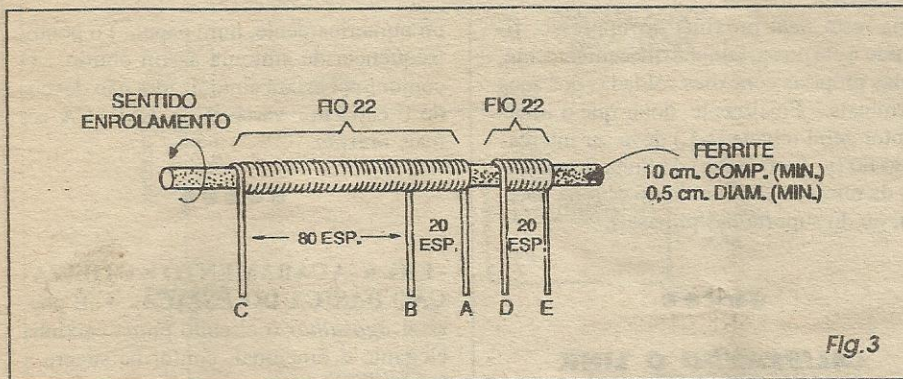
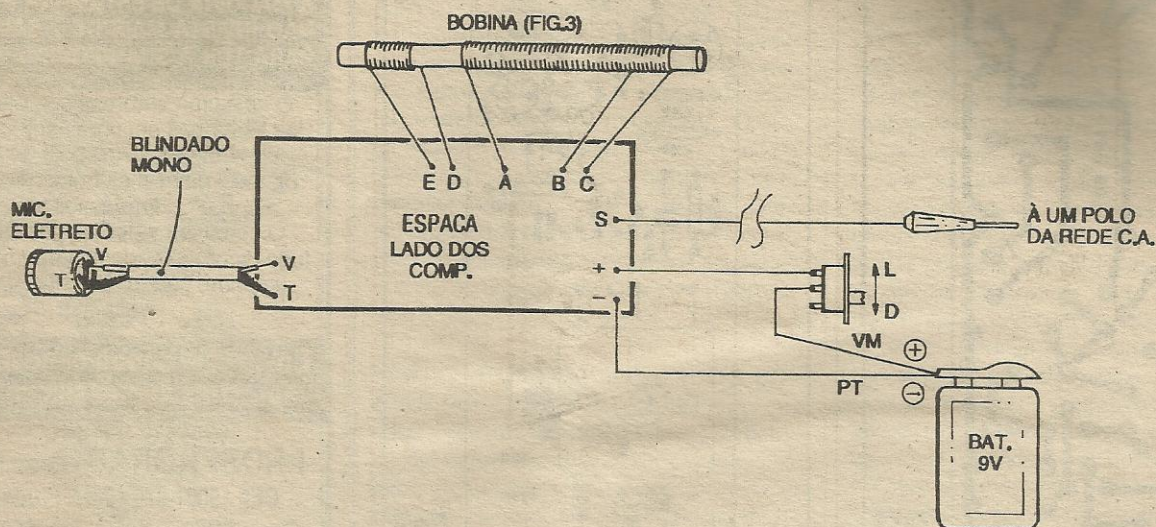

Fig. 3
Fig. 5
- FIG. 3 - CONFECCIONANDO A BOBINA DO ESPAÇA... - O diagrama detalha a construção (muito fácil...) da bobina de sintonia/oscilação do circuito... A partir de um bastão/núcleo, com medidas mínimas em torno de 10,0 cm. de comprimento por 0,5 cm. de diâmetro (pequenas variações nessas medidas não terão muita importância, já que a presença do capaci-
- FIG. 5 - CONEXÕES EXTERNAS À PLACA - No diagrama, o impresso continua visto pela sua face não cobreada, porém agora mostrando especificamente as ligações e componentes que ficam *fora* da placa... Embora todas muito simples, exigem uma certa atenção: a polaridade da alimentação, sempre com o fio **vermelho** indicando o **positivo** (ao ponto (+) da placa...) e o fio **preto** codificando o **negativo** (ao ponto (-) da placa...), a identificação dos terminais **vivo (V)** e **terra (T)** do microfone de eletreto, e suas respectivas ligações aos pontos **V-T** da placa, via cabo blindado mono, curto (no qual o condutor central representa o **vivo**, enquanto que a malha indica o **terra**...). O fio de saída (ponto **S**) vai ao plugue *banana* para conexão a um dos polos da tomada C.A., conforme detalhes mais adiante... O principal ponto a ser observado nas conexões externas, contudo, refere-se às ligações da bobina (rever **FIG. 3**), cuja identificação de terminais deve ser rigorosamente respeitada quanto aos fios **A-B-C-D-E-F** e correspondentes pontos da placa... É importante que a fiação entre bobina e placa fique tão curta quanto o permitirem as soldagens e acomodações gerais, de modo que a bo-